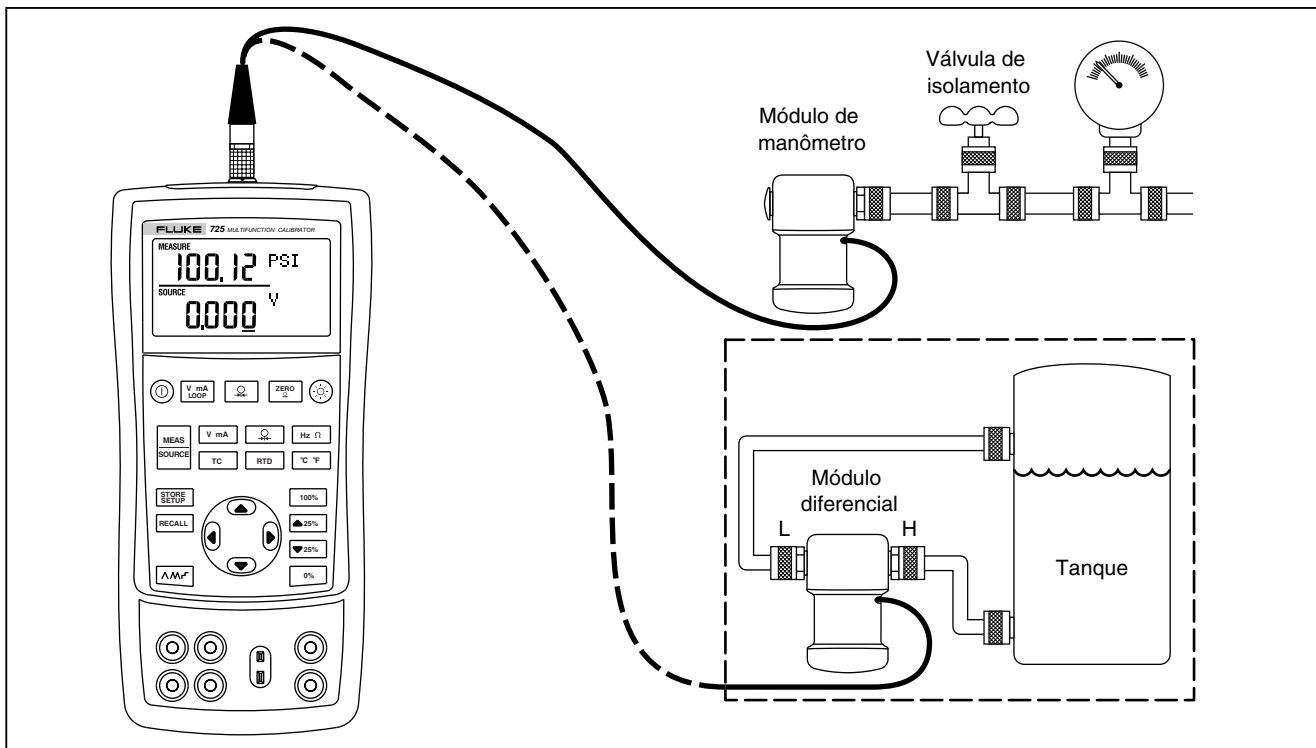

Figura 13. Conexões para medir pressão
1. Conecte um módulo de pressão ao calibrador, conforme mostrado na Figura 13. As roscas dos módulos de pressão aceitam acessórios e tubos de padrão NPT ¼. Se necessário, use o adaptador de NPT ¼ para ISO ¼.